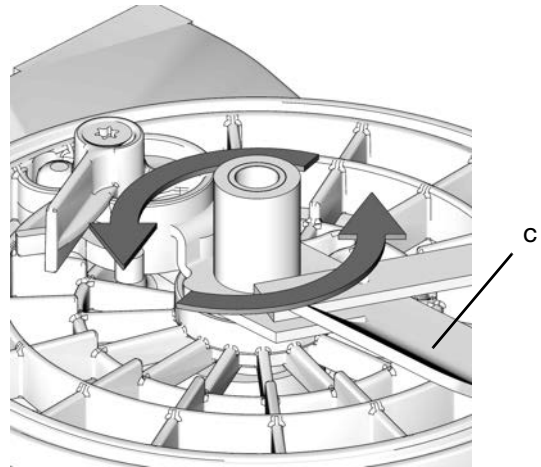

FIG. 8
3. Reinstale la paleta (c) girándola en sentido contrario a las agujas del reloj hasta que esté apretada - apretar a mano únicamente (FIG. 8).